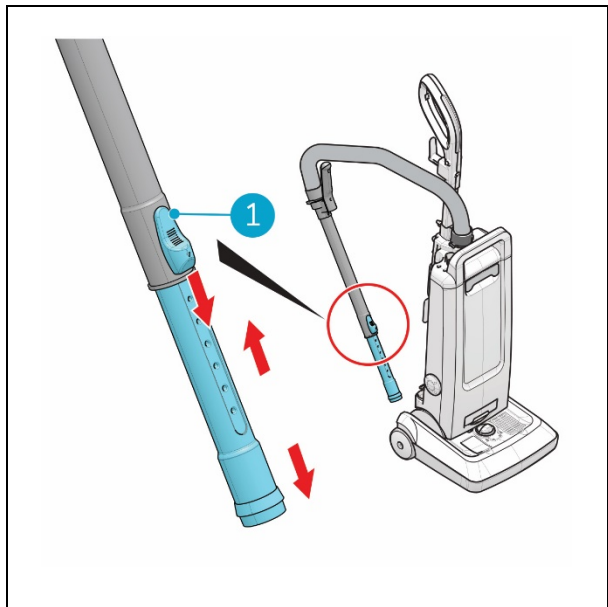

Figura 18
1. Presiona el botón deslizante negro (Figura 18, pos. 1) hacia abajo y mantenlo presionado.